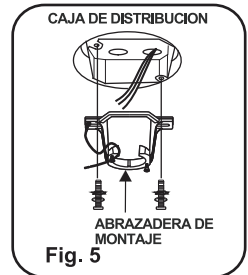

Fig. 5
Paso 1. Asegure la abrazadera de montaje a la caja de distribucion del techo usando los tornillos incluidos con la caja de distribucion y las arandelas incluidas con el ventilador. (Fig. 5)